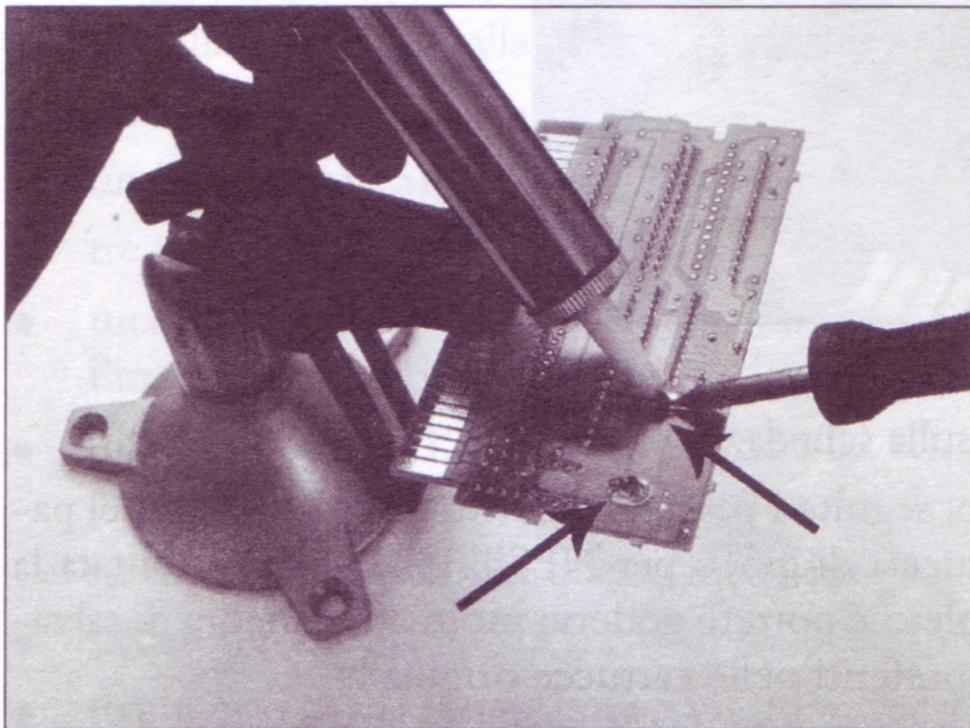

Figura 6.40 Dissaldare la batteria.
2. Una volta ottenuto l'accesso alla scheda dei circuiti, dissaldare e rimuovete la vecchia batteria dalla scheda (Figura 6.40). Fate attenzione a non applicare troppo calore ai poli della batteria, poiché questo potrebbe provocare l'esplosione di quest'ultima. Potreste semplicemente tagliare i poli come prima cosa, per rimuovere la batteria, e quindi eliminare i poli rimanenti dai fori.